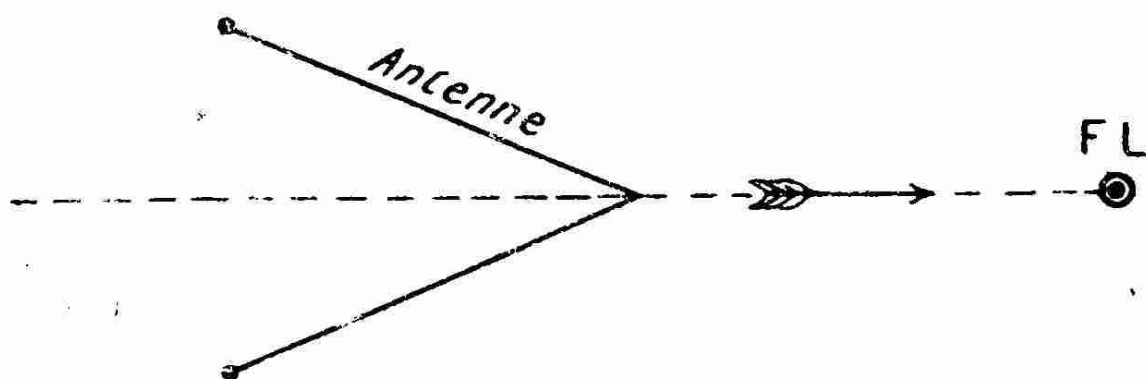

Fig. 7. — Comment on doit orienter une antenne disposée en V.
Vous voulez capter les messages de la Tour Eiffel, je suppose : dirigez votre unique antenne vers Paris ; même remarque pour les fils parallèles ; mais vous possédez, me dites-vous, une antenne en V. Alors, divisez l'angle du V en deux parties égales ; cela revient à mener sa bissectrice (1). Eh bien, c'est cette ligne idéale que vous dirigerez vers la Tour (fig. 7).
(1) Pour les termes géométriques, je conseille à mes lecteurs mon ouvrage très simple intitulé : *Pour comprendre la Géométrie plane* (Doin, éditeur, Paris).